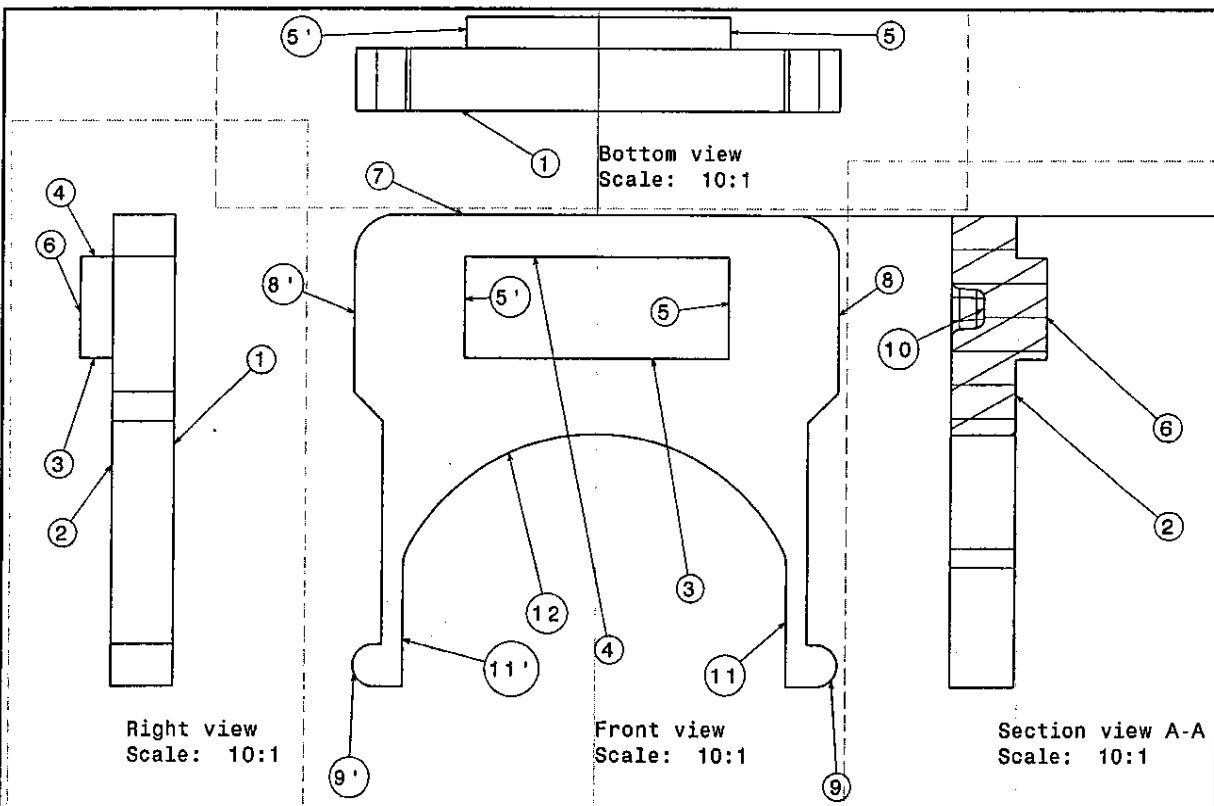

Figure 2.7: Dessin détaillé du bouton de protection anti-écriture avec surfaces libellées
Les surfaces du bouton (7) sont libellées à la figure 2.7. Ces surfaces peuvent participer à chacune des fonctions identifiées ci-dessus.